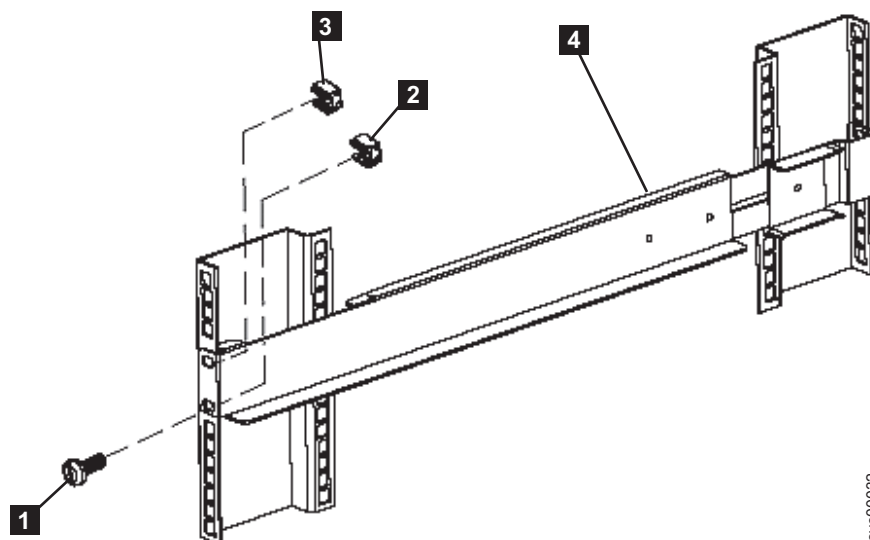

図 10. 2145 UPS-1Uへの前部レールの固定
8. 1 つの M6 × 10 ねじと 1 つのクリップ・ナット **1** (図 10) を使用して、レールの下部の穴のみをラックの前面に取り付けます。